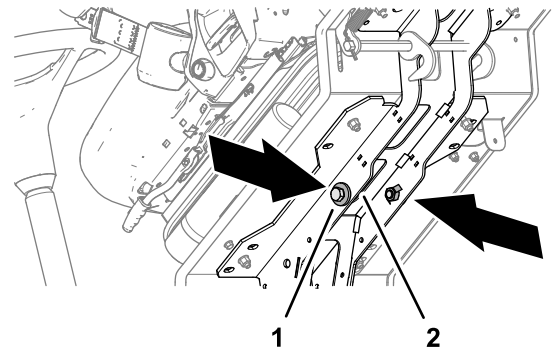

Figura 41
- Guarde los 2 pernos de 12 x 40 mm y las 2 arandelas de 12 mm almacenados en los raíles de soporte de la plataforma (Figura 41).